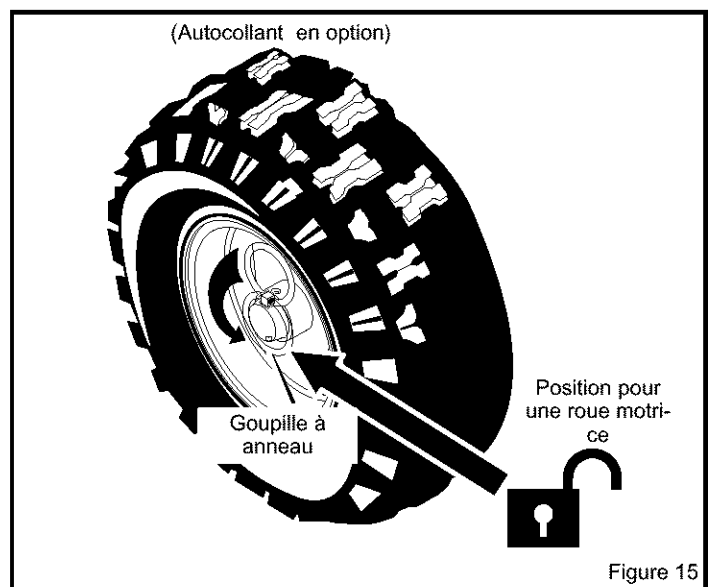

Figure 15
2. Pour augmenter la maniabilité dans de la neige légère, retirer la goupille de sa position de blocage et l'engager dans le trou pour une roue motrice (Figure 15). S'assurer que la goupille est dans la position correspondant à une seule roue motrice et non pas en position de blocage.